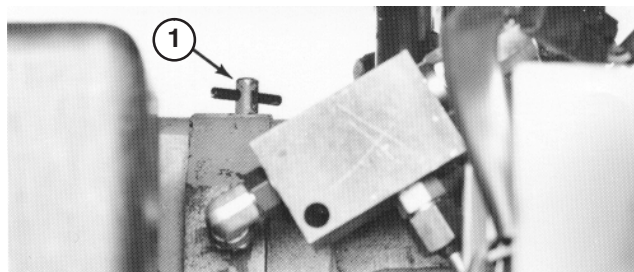

Figure 16
1. Localisez la vanne de dérivation sur la transmission (Fig. 16) et tournez-la dans le sens anti-horaire de 1/2 à 1 tour. En s'ouvrant, la vanne ouvre un passage à l'intérieur de la pompe, et l'huile de transmission est ainsi mise en dérivation. Il est alors possible de pousser la machine sans endommager la transmission.